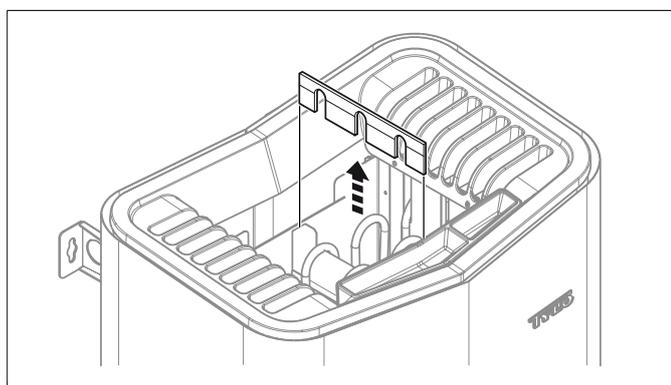

Fig 6: Dégager la plaque qui maintient les résistances en place
1. Dégager la plaque qui maintient les résistances en place (voir Fig 6, page 4).